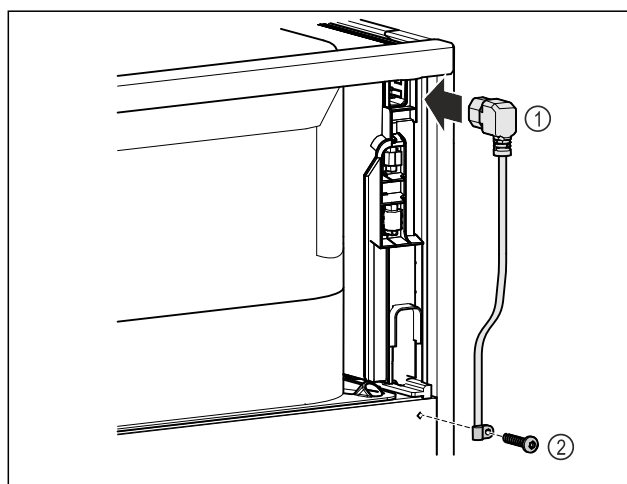

Fig. 11
► Vtičnica hladilne naprave napeljave omrežnega priključka Fig. 11 (1) na zadnji strani naprave.
► Namestite element za sproščanje napetosti. Fig. 11 (2)